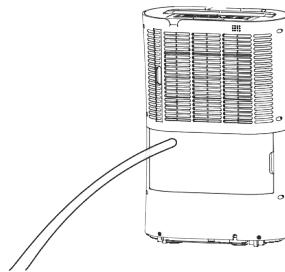

Abb. 5
4. Ziehen Sie den Ablauchschlauch (13) über den Wasserablaufstutzen (11) (Abb. 5).